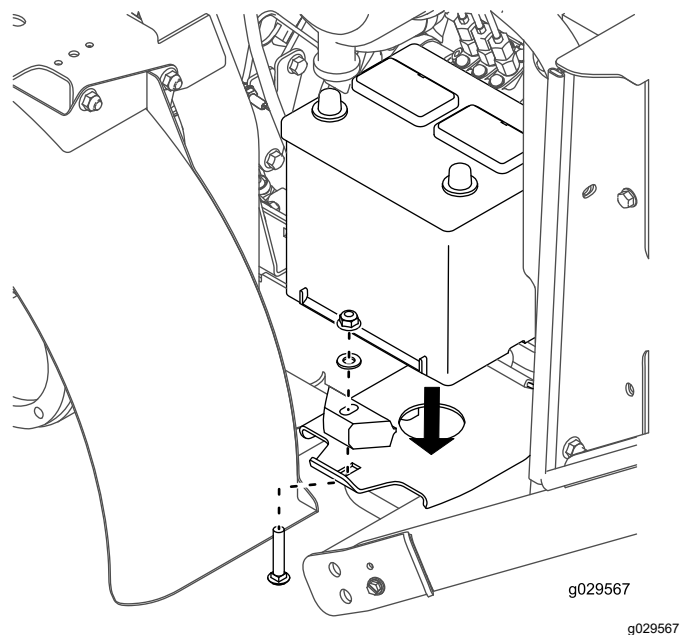

Figura 25
8. Monte, sem apertar, a bateria à plataforma com o parafuso de carroçaria, fixador, anilha e porca previamente removidos (Figura 25).